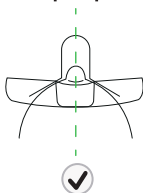

Fig. 27
a. Antes de la extracción, asegúrese de que el extractor está firmemente presionado contra su mama sin huecos (Fig.27).